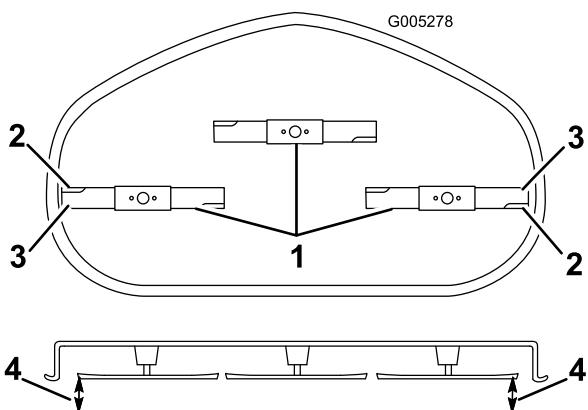

Figura 60
4. Mida entre los bordes de corte exteriores y la superficie plana (Figura 60). Si hay una diferencia de más de 5 mm (3/16 pulg.) entre ambas dimensiones, se requiere un ajuste; vaya al procedimiento Nivelación.